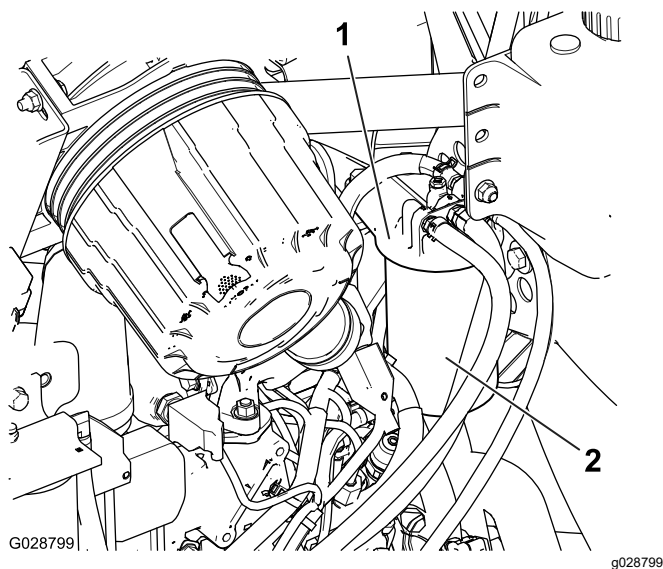

図 64
1. 燃料フィルタのヘッドの周囲をきれいに拭く図 64。
2. フィルタを外してフィルタヘッドの取り付け部をきれいに拭く図 64。